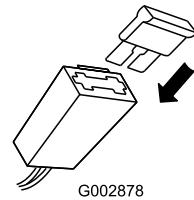

Figura 9
2. Inserite il fusibile nel portafusibili come da illustrazione(Figura 9).